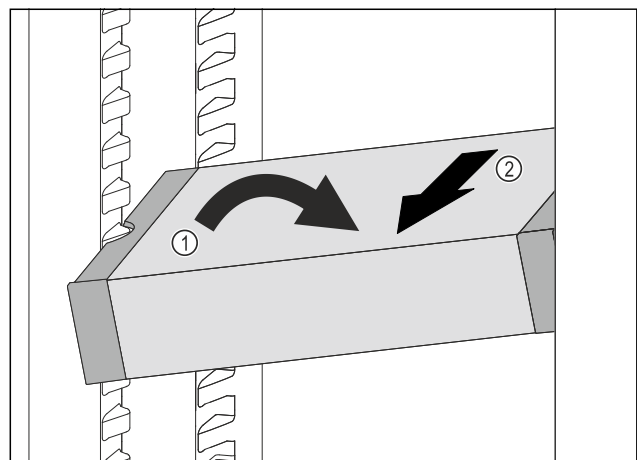

Fig. 66
- ▶ Incliner le VarioSafe dans la partie réfrigérateur. Fig. 66 (1)
- ▶ Sortir le tiroir VarioSafe par l'avant. Fig. 66 (2)